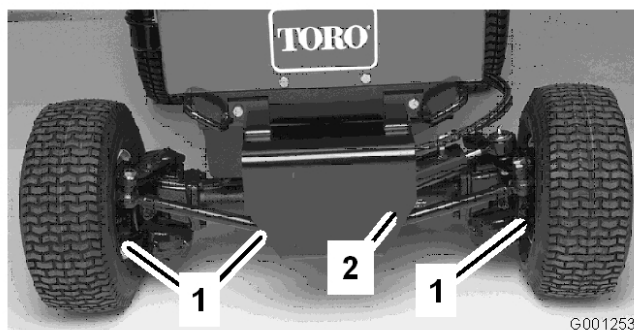

Figura 58
2. Retire as porcas que fixam uma junta da barra de direcção ao suporte de montagem no eixo; em seguida, retire a junta do eixo (Figura 58).